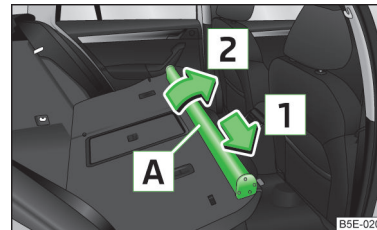

Abb. 105
- › Das Netztrennwandgehäuse **A** in Pfeilrichtung **1** schieben und aus den Aufnahmen an den Rücksitzlehnen in Pfeilrichtung **2** » Abb. 105 herausnehmen.
- › Das Netztrennwandgehäuse entgegen der Pfeilrichtung **1** » Abb. 105 bis zum Anschlag schieben.